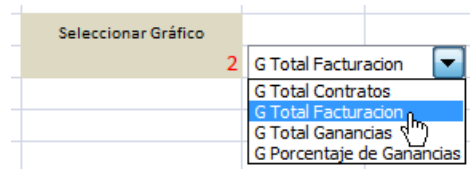

Ilustración 14
De esta forma cada vez que seleccionamos un valor del control de lista, almacena en la celda H6 la posición del mismo, es decir el valor índice tal y como se muestra en la Ilustración 14
- **Núm índice:** 'TD2'!\$H\$6, en este caso le estamos indicado que tome el valor asignado en la casilla H6 de la hoja TD2, tal y como se muestra en la Ilustración 14, en este caso será 2.